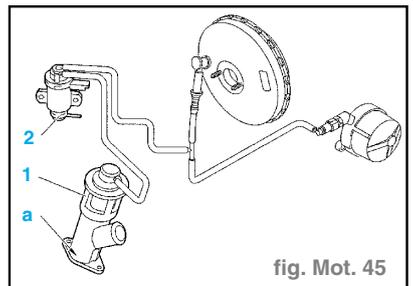

fig. Mot. 45
- Déposer le collier (7) ou (8).
- Reposer le collier (7) ou (8).
- Raccorder l'outil [1] pompe manuelle à dépression du type Facom DA16 sur le piquage de la capsule (1). (fig. Mot. 45)